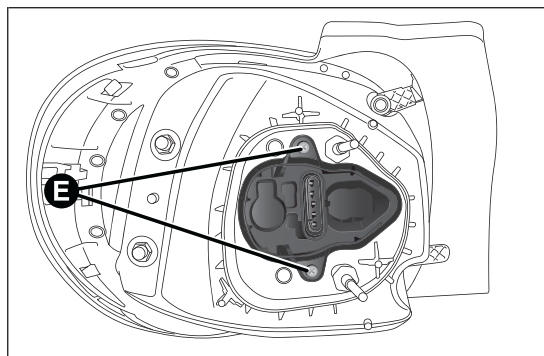

fig. 173
- scollegare il connettore elettrico, svitare le viti di fissaggio E fig. 173 e rimuovere il gruppo portalampane;